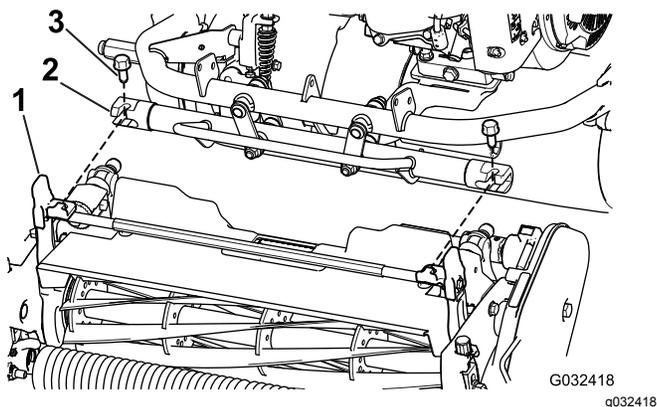

Рисунок 7
4. Маневрируя, перемещайте раму тягового блока (Рисунок 7) вперед, пока она не войдет в зацепление с поворотными рычагами режущего блока.
5. Прикрепите раму тягового блока к поворотным рычагам режущего блока двумя болтами (3/8 x 3/4 дюйма) (Рисунок 7).